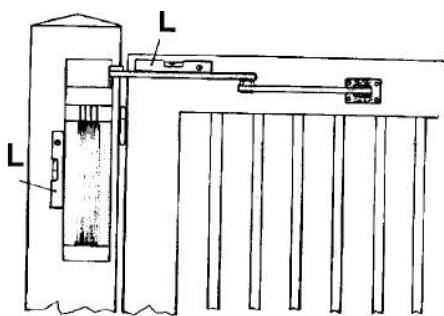

рис. 17
- Обратите внимание на горизонтальность конечного положения ручки привода (рис. 17).